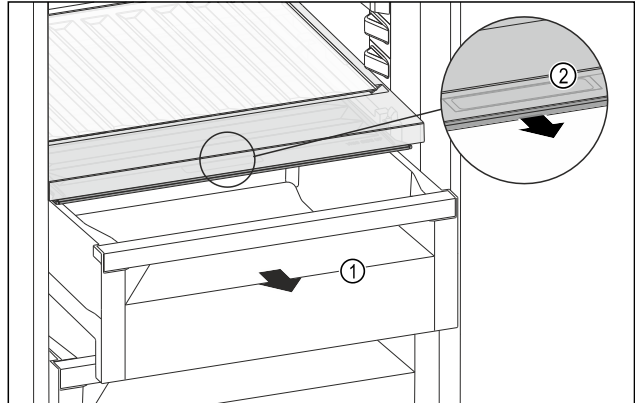

Fig. 177
- Schubfach Fig. 177 (1) herausziehen.
- Griffmulde Fig. 177 (2) am Fachdeckel anfassen und Fachdeckel gleichzeitig nach vorne ziehen.